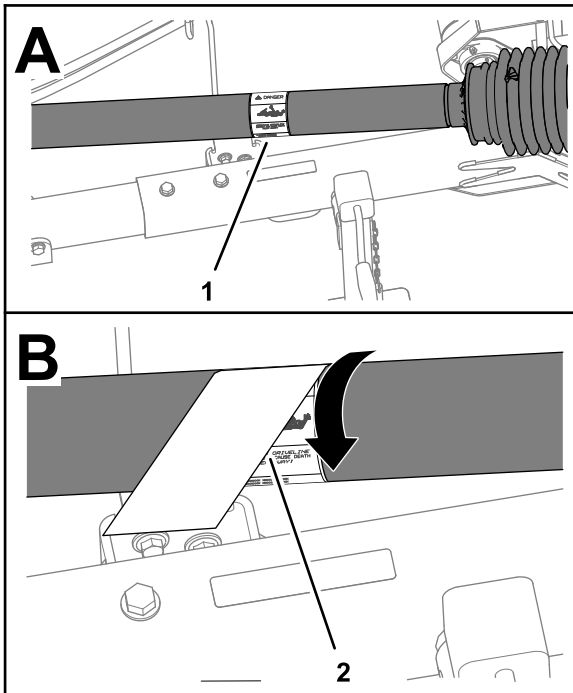

Figure 3
1. Faites tourner le capot de l'arbre de PDF pour accéder à l'autocollant de coincement (Figure 3).
4. Apposez l'autocollant de coincement CE sur l'autocollant de coincement existant (Figure 3).